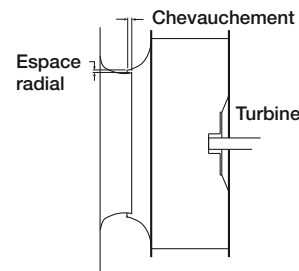

Figure 4 — Chevauchement de la turbine
2. Faire tourner la turbine à la main pour vérifier qu'elle ne frotte pas et qu'elle tourne librement. Voir le chevauchement et les dégagements corrects de la turbine aux Figures 4 et 5.